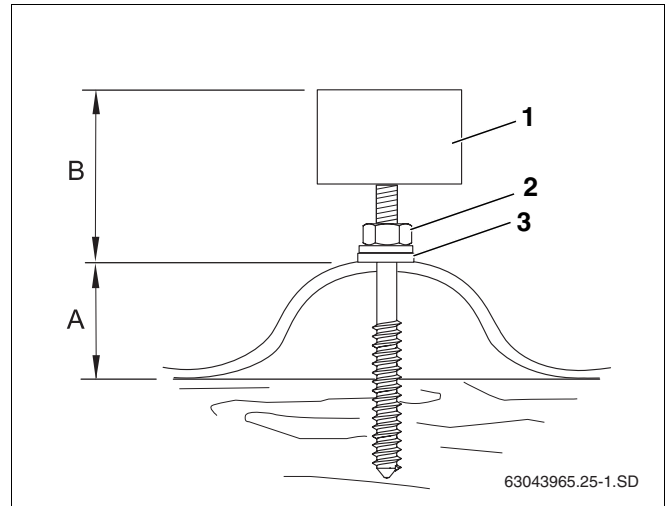

Fig. 24 Vara roscada montada sobre telhado de chapa ondulada
Ao enroscar as varas roscadas, assegure-se de que a distância B (tab. 7 e fig. 24) é igual para todas as varas roscadas.
- ▶ Apertar a porca (fig. 24, **item 2**) de tal forma que a anilha de vedação (fig. 24, **item 3**) encoste totalmente no telhado.